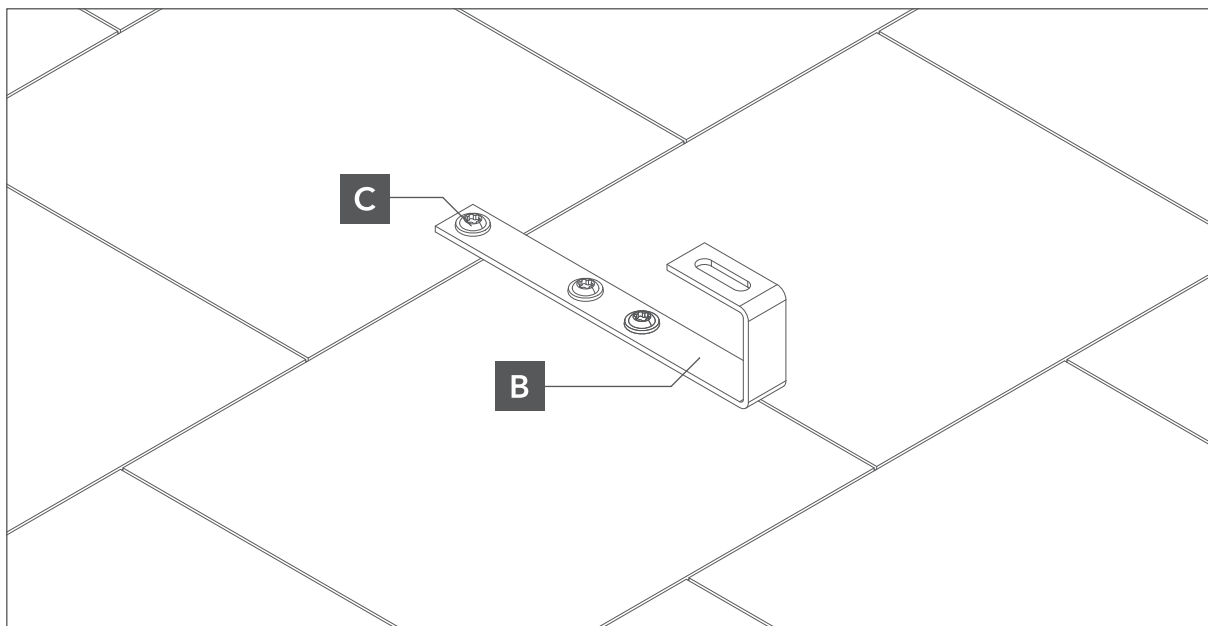

Abb. 4. Befestigung des Dachhalters an den Latte.
- 3** Auf den bestimmten Dachstellen müssen die Dachhalterungen montiert werden. Die Halterung wird mit mindestens drei TCS-Schrauben an das Holz befestigt (Abb. 4).